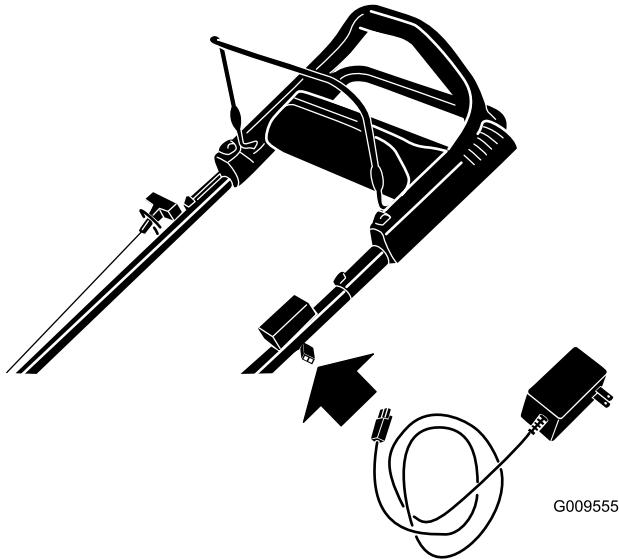

Figura 39
1. Conecte el cargador al arnés de cables del cortacésped, situado debajo de la llave de contacto (Figura 39).